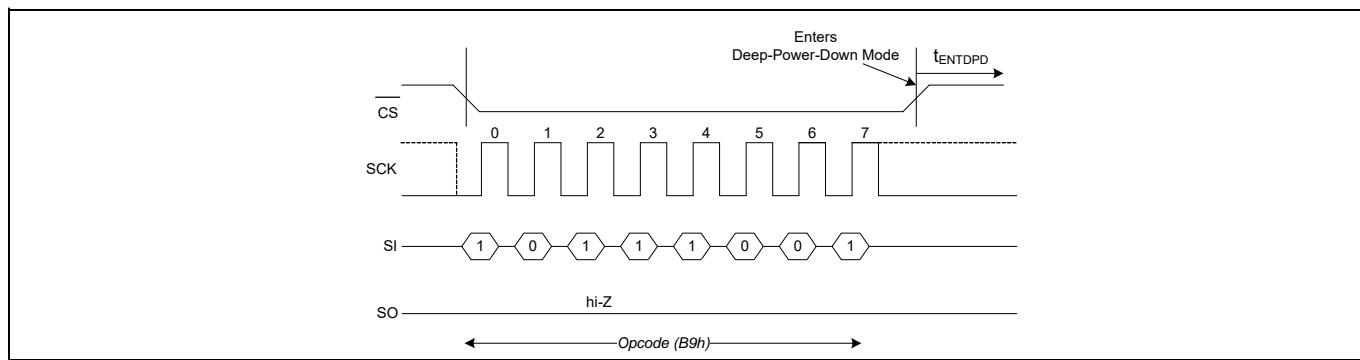
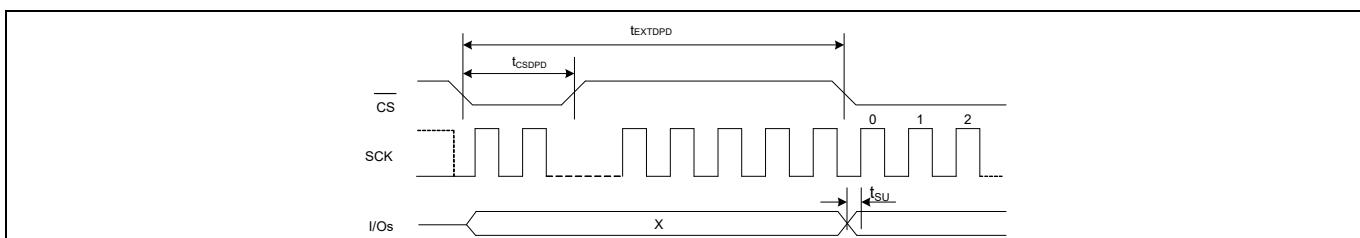

Figure 99 SPI 模式下的 DPD 进入
Figure 102 SPI 模式下的 DPD 退出
经过  $t_{EXTDPD}$  的时间后, 通过  $\overline{CS}$  脉宽  $t_{CSDPD}$  或硬件复位可以退出深度掉电模式。可以通过发送虚拟指令周期或单独切换 CS (无需关注 SCK 和 I/O) 来生成 CS 脉冲宽度。从深度掉电模式唤醒期间, I/O 保持高阻态 (hi-Z)。请分别参考 Figure 99 和 Figure 102, 了解有关深度掉电进入和深度掉电退出的时序信息。
- Figure 99 中所显示的时序可以应用于 DPI 和 QPI 模式。